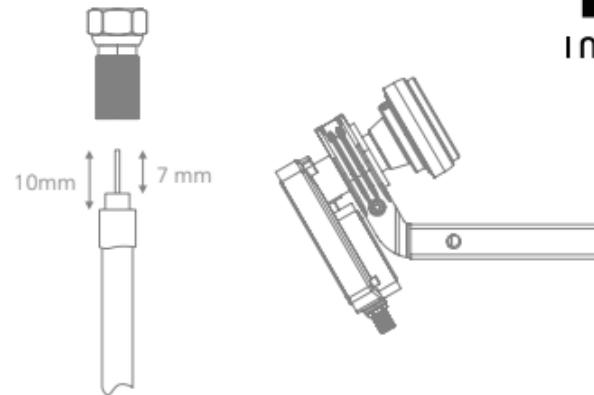

Fig. 4
2. Usun izolację z kabla i nakręć wtyk typu F* na koniec kabla (Rys.4).